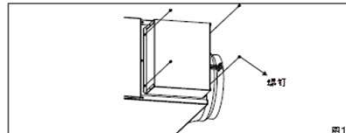

图1
①打开电源箱盖。(图1)
(1) 取下电源箱盖上的螺钉(4处)。
(2) 取下电源箱盖。